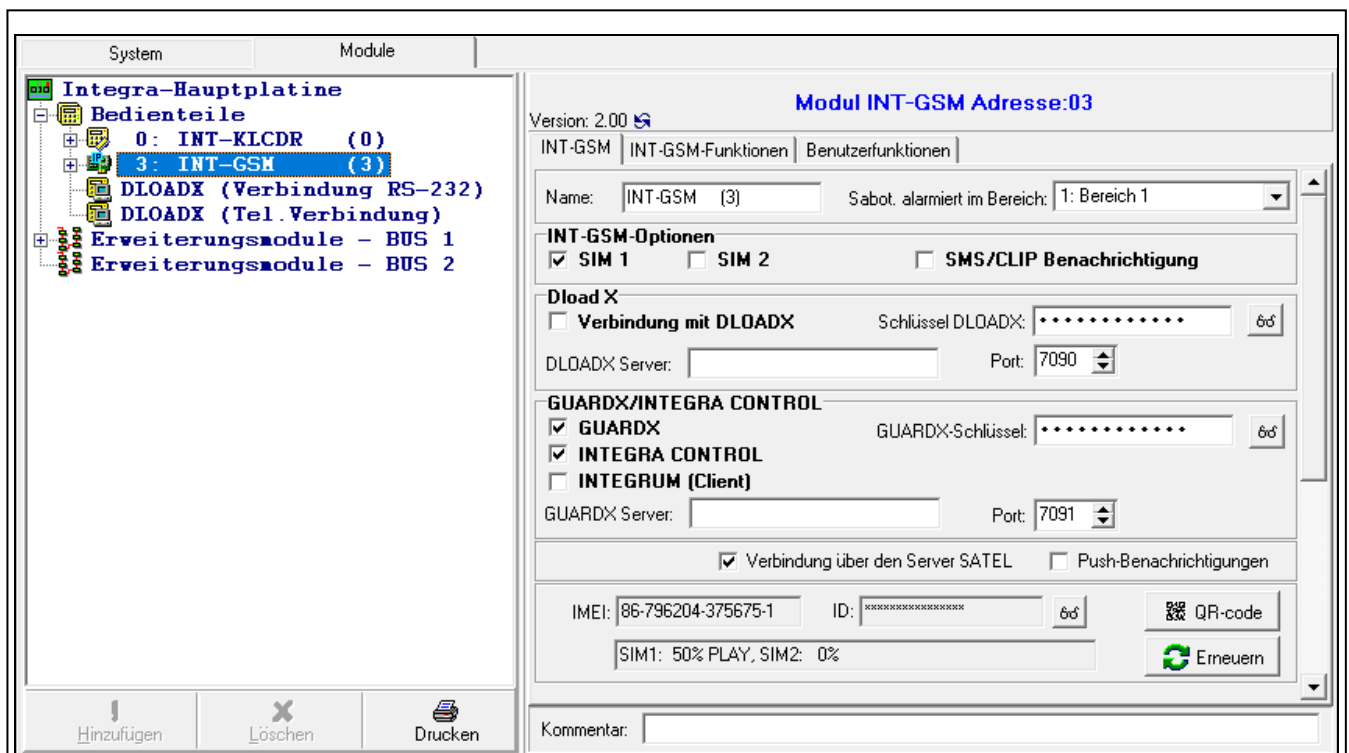

Abb. 9. Programm DLOADX: Einstellungen des direkt an der Zentrale INTEGRA / INTEGRA Plus angeschlossenen Moduls INT-GSM LTE.
- über das Programm DLOADX: Fenster „Struktur“ → Registerkarte „Module“ → Zweig „Bedienteile“ → [Modulname] (Abb. 9),